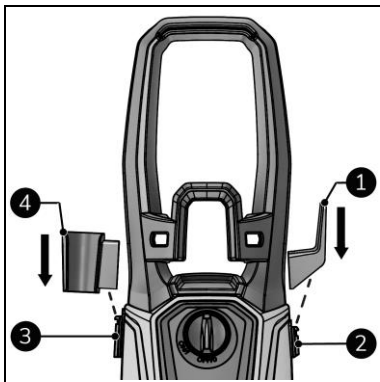

Figure 8
1. Faites coulisser le support du cordon d'alimentation (figure 8, pos. 2) sur la partie principale (figure 8, pos. 2).
3. Faites coulisser le support du pistolet à jet (figure 8, pos. 4) sur la partie principale (figure 8, pos. 3).